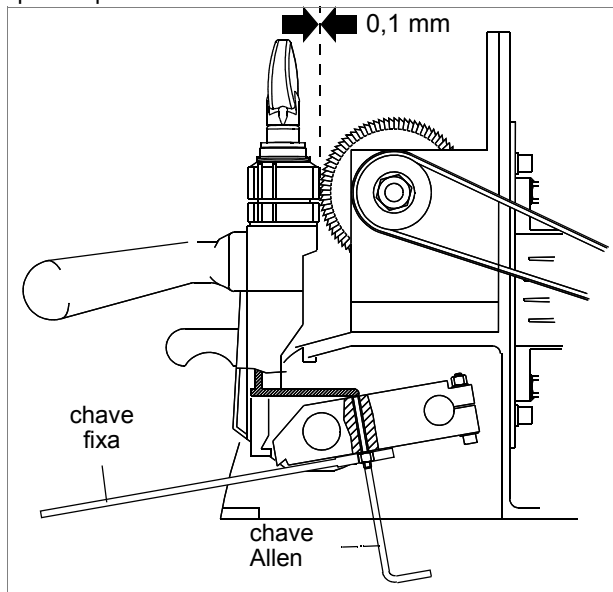

Fig. 26
- 1) Desbloqueie o carro e leve-o contra palpador e fresa até o fim do curso (fig. 26)
- 2) Retire o tabuleiro de recolha das limalhas (C) e o tabuleiro das ferramentas (C1)
- 3) Desbloqueie a porca com a chave fixa (fig. 26)